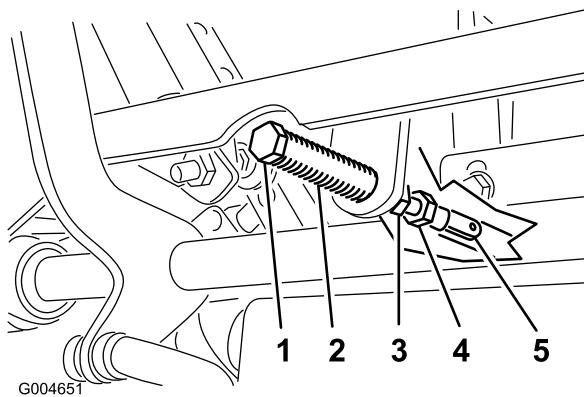

Рисунок 40
- Потяните рычаг назад так, чтобы шплинтуюмый штифт (на рычаге над осью поворота) вошел в контакт с концом паза (только начал надавливать на пружину), как показано на Рисунок 40.
- Если требуется регулировка, ослабьте гайку и контргайку, прижимающую рычаг к вилке (Рисунок 40).
- Слегка надавив в направлении назад на рычаг управления движением, поверните головку регулировочного болта в соответствующем направлении так, чтобы рычаг управления расположился по центру в Нейтральном фиксированном положении (Рисунок 40).
9. Затяните гайку и контргайку (Рисунок 40).
10. Затяните контргайки в месте расположения шаровых шарниров (Рисунок 40).